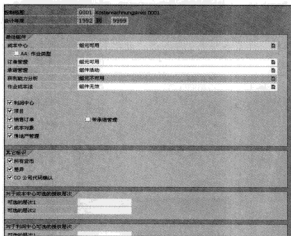

图 9-46 编辑“控制范围”细节”界面
STEP 3 上述字段创建完成,再次双击“激活组件/控制标识”选项,弹出“控制范围细节”编辑界面,在“激活组件”页,可以选择“成本中心”、“订单管理”、“承诺管理”、“获利能力分析”、作业成本法,以及“利润中心”、“销售订单”等组元是否可用。其中“成本中心”、“订单管理”、“承诺管理”、“获利能力分析”、“作业成本法”等为财务关键数据,一般均应设置为“组元可用”,如图 9-46 所示。